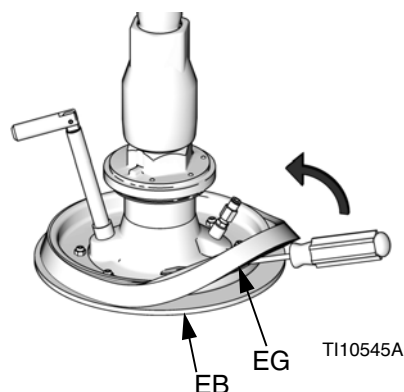

Рис. 11
1. С помощью отвертки приподнимите прокладку (EG) снизу, чтобы она отошла от поверхности. Полностью поднимите прокладку над фланцем опорной емкости. См. Рис. 11.